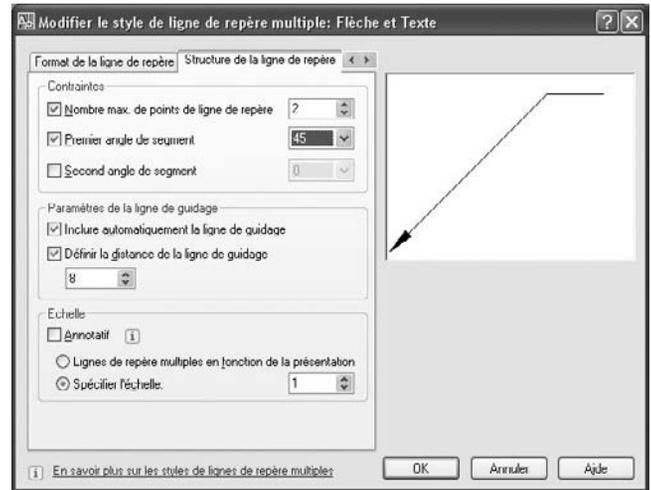

Fig.9.39
- 7] Dans l'onglet **Structure de la ligne de repère multiple** (Leader Structure), sélectionner ou désélectionner les options suivantes (fig.9.39):